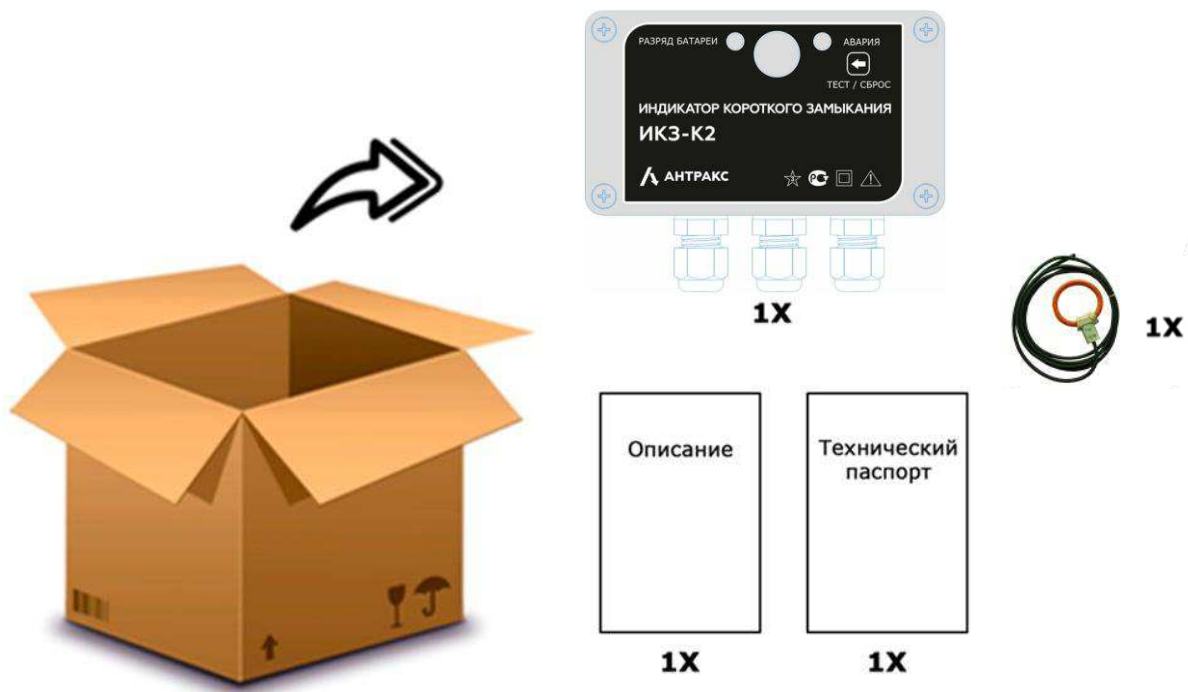

Рисунок 2 – Комплект поставки ИКЗ-К2
1.3.1 Состав поставки ИКЗ-К2 приведен далее (см. Таблица 1, Рисунок 2).